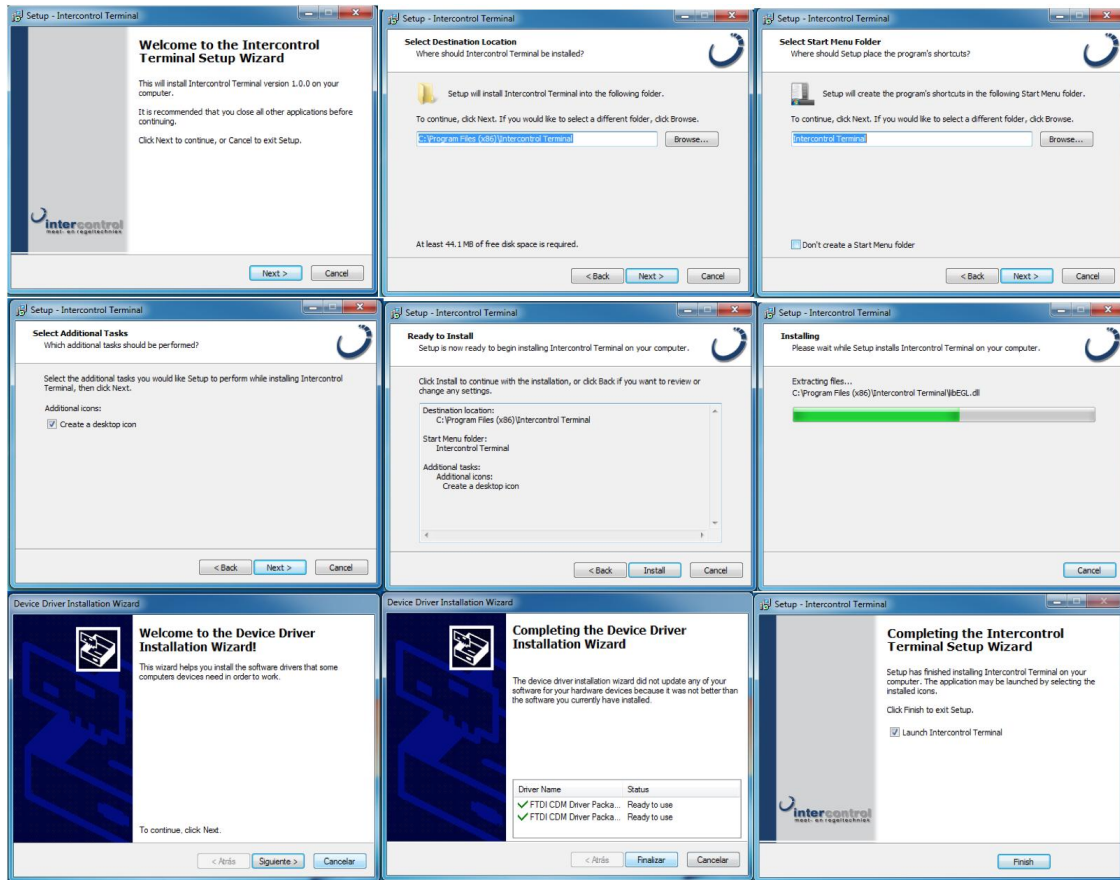

Figura 7: Pasos dentro de los wizards de instalación del "InterControl Terminal 1.0.0 Setup.exe".
Se ilustran los pasos dentro de los dos wizards de instalación en la Figura 7.
- 20 •En el parte de "Select Serial Port" seleccionar el Puerto del Laser LTI-01 como se muestra en la Figura 7.